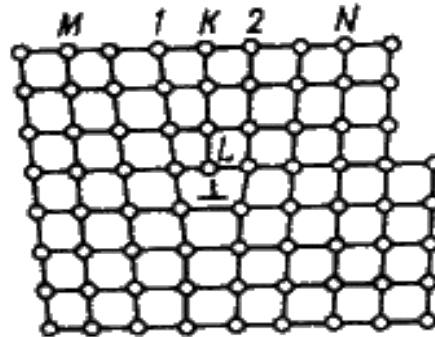

Рис.2.3 Искажения в кристаллической решетки при наличии краевой дислокации
- Вдоль края экстраплоскости искажения простираются через весь кристалл и $\approx$ очень велики (тысячи периодов решетки) (рис. 2.3).